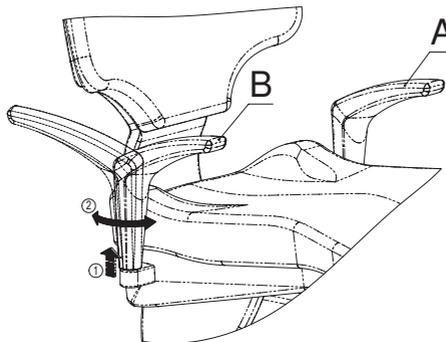

Fig. 19
Para girar el apoya-brazos (B), es necesario estirarlo en movimiento ascendente (manteniéndolo en su alojamiento) hasta que el mecanismo giratorio se desbloquee y permita que gire hasta que éste consiga su tope límite (final de carrera), donde se bloqueará de nuevo. Para mover el apoya-brazos de nuevo a su posición inicial, es suficiente con elevarlo de nuevo y volverlo hacia adentro, hasta que se bloquee automáticamente. (Fig. 19).